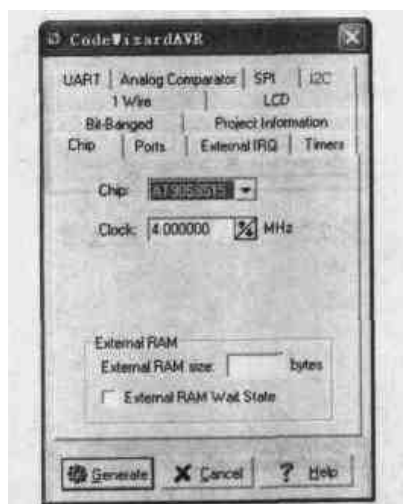

图 7.20 Chip 设置页面
1. 芯片设置，可以设置所使用 AVR 芯片的型号及时钟频率等参数，如图 7.20 所示。